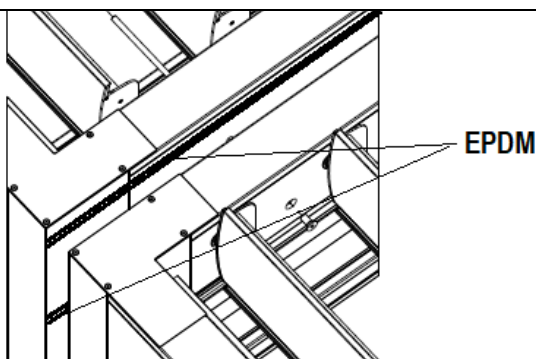

Figure 39
1. Appliquer deux bandes de ruban EPDM sur la poutre du cadre de la pergola intégrée du côté du deuxième cadre à ajouter, après avoir dégraissé la surface. Coller les bandes sur le bord supérieur et inférieur de la poutre. Il est recommandé de coller le bord de la bande supérieure sous le verrou de révision (Fig. 39) - pour un accès ultérieur à l'intérieur de la poutre.